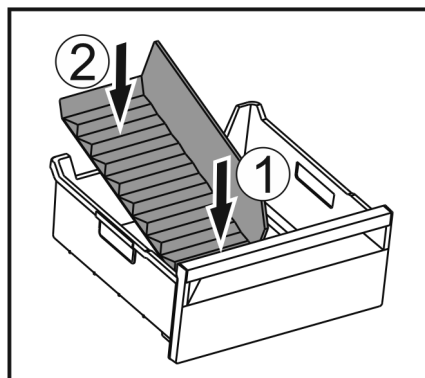

Fig. 170
- Vložte přední část přepážky přihrádky na led. Fig. 170 (1)
- Zadní část přepážky přihrádky na led spustěte až na dno zásuvky. Fig. 170 (2)